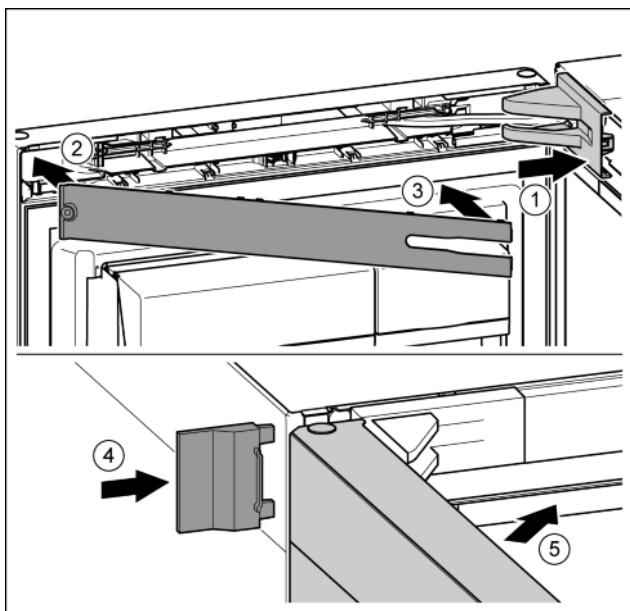

Fig. 50
- Встановіть та зафіксуйте кришку опорного кронштейна, у разі необхідності — обережно розтисніть. Fig. 50 (1)
- Встановіть накладку. Fig. 50 (2)
- Поверніть і зафіксуйте накладку. Fig. 50 (3)
- Насуньте зовнішню кришку. Fig. 50 (4)
- Закріпіть верхні дверцята. Fig. 50 (5)